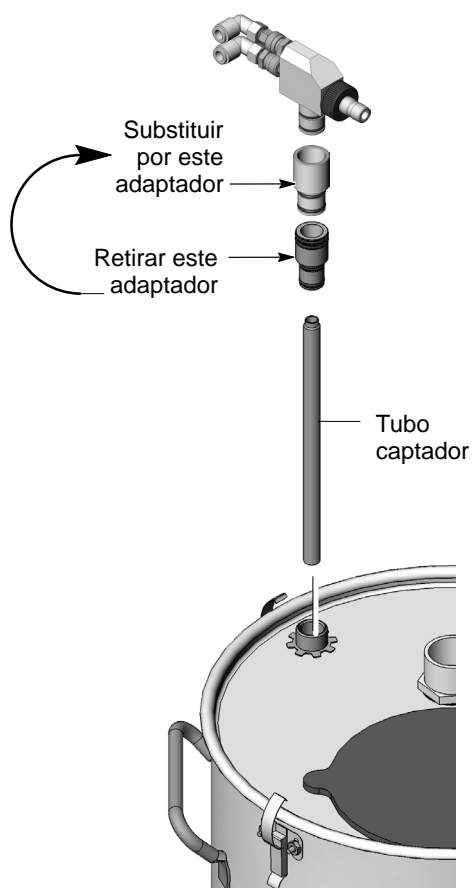

Figura 2-5 Montagem da bomba
1. Consulte a figura 2-5. Puxe o conjunto de tubo captador para fora do suporte da bomba.